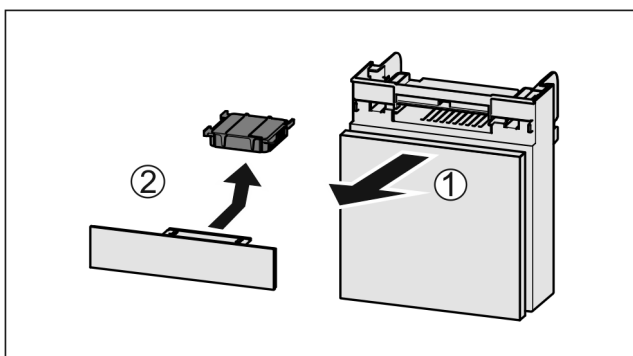

Fig. 155
- ▶ Retire el compartimiento hacia delante *Fig. 155 (1)*.
- ▶ Retire el filtro de carbón activo *Fig. 155 (2)*.